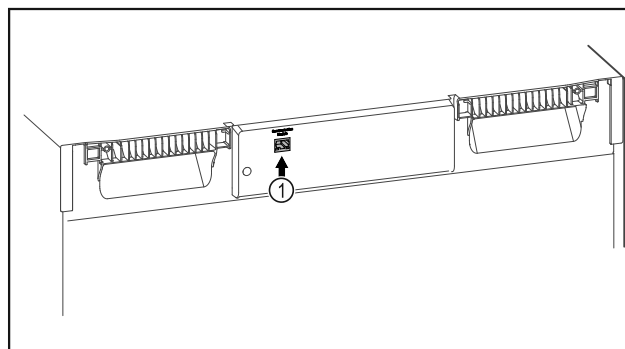

Fig. 127
- SmartModule Fig. 127 (1) er sat i.